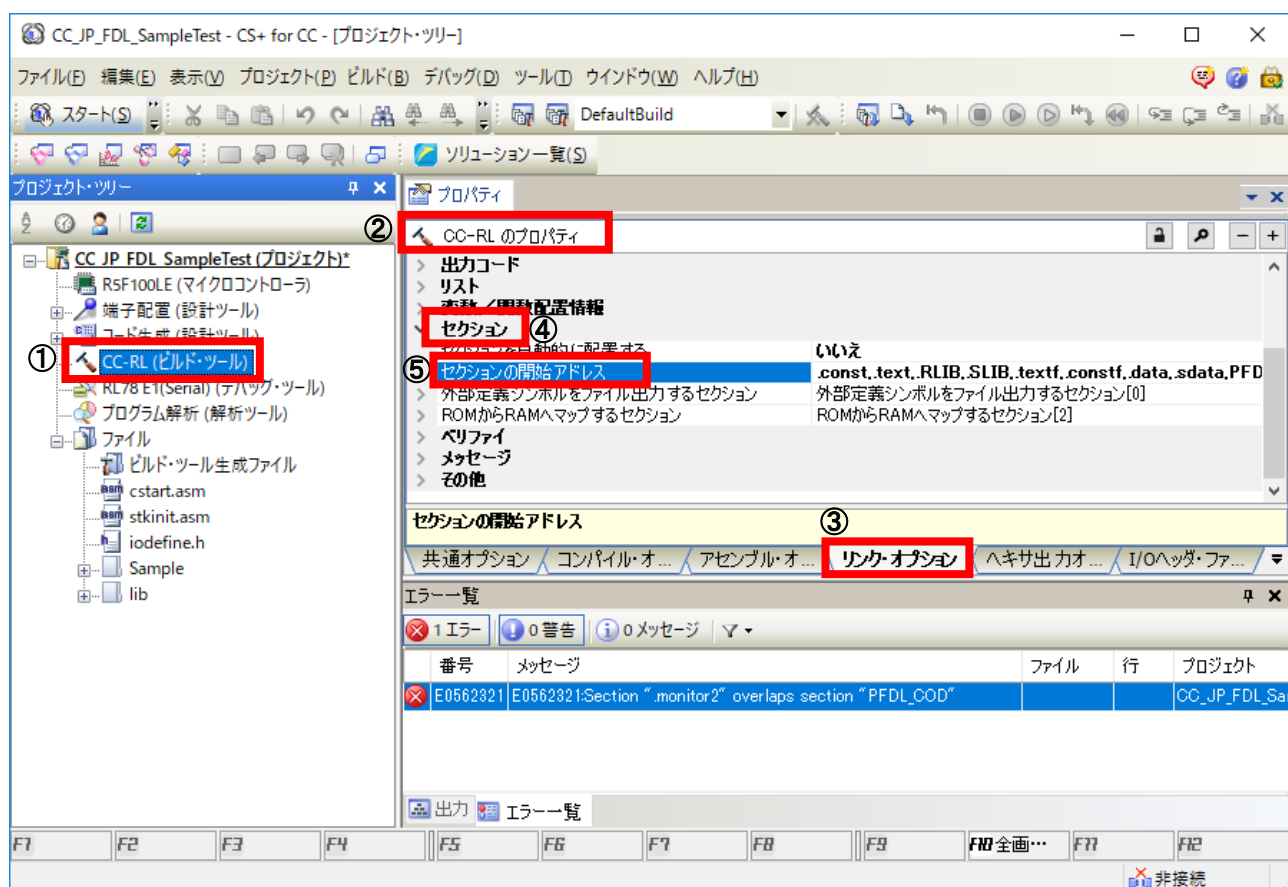

図 6-25 セクション配置の変更
このエラーは、オンチップ・デバッグ機能で使用するモニター領域(OCDROM)用のセクション配置ができないために発生しています。エラーを回避するためには、CS+の[プロジェクト・ツリー]から①CC-RL(ビルド・ツール)]を選択、右クリックで表示されるプロパティを選択し、表示された②"CC-RL のプロパティ"の③"リンク・オプション"タブを選択します。④"セクション"項目内の⑤"セクションの開始アドレス"で、オンチップ・デバッグモニター用のセクション配置領域(monitor2: R5F100LE では、初期アドレス 0xFE00-0xFFFF)に、他のセクションが重複しないよう配置を修正してください。(図 6-25)